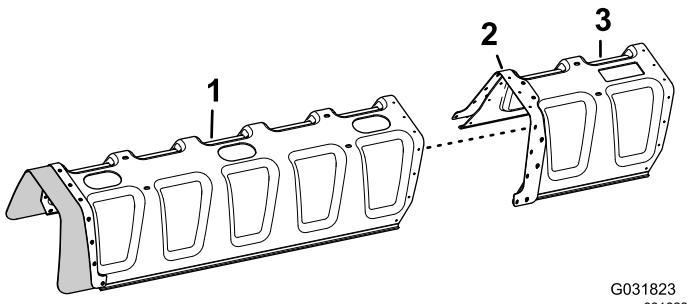

Figura 147
- Alinhe os orifícios na placa de reforço (fila dupla) na extensão da cobertura com os orifícios na extremidade da cobertura da rampa de 11 bicos (Figura 147).